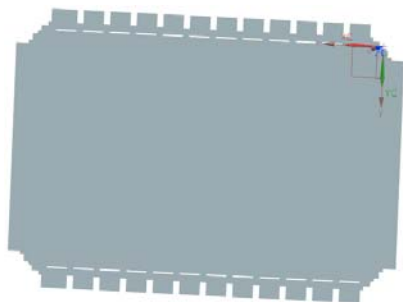

图 2-63 创建法向除料特征
(6) 在“法向除料”对话框中, 单击  按钮, 创建法向除料特征, 如图 2-63 所示。